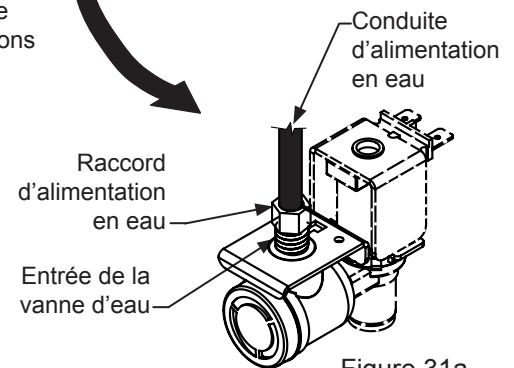
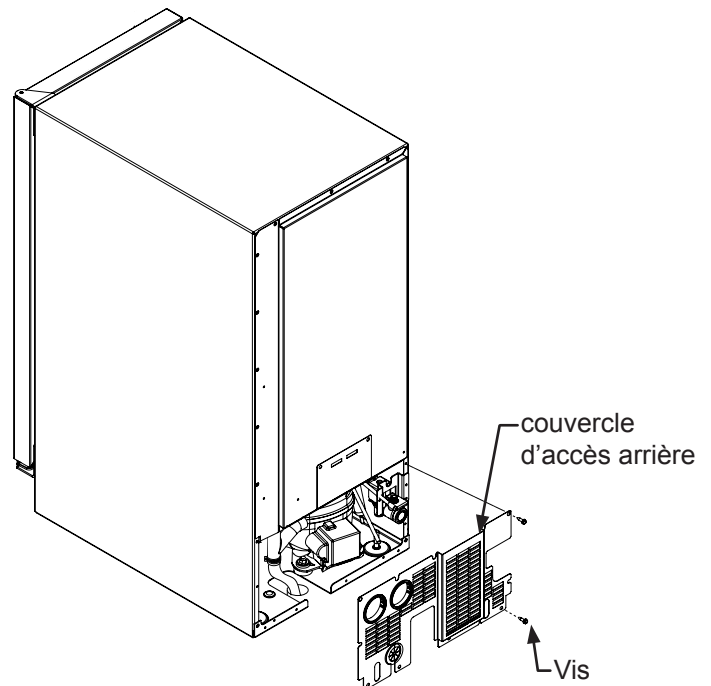

Figure 31a
Figure 32
2. Débranchez le raccord d'alimentation en eau à l'entrée de la vanne d'eau (Voyez la Figure 31a).
3. Passez la commande électronique en position "CLEAN" pendant environ une (1) minute. Cela va activer et ouvrir la vanne d'eau et éliminer la plupart du contenu de la vanne et de la conduite de sortie de vanne vers le réservoir.
6. Ôtez le couvercle d'accès de l'arrière de l'appareil à glaçons (Voyez la Figure 32).